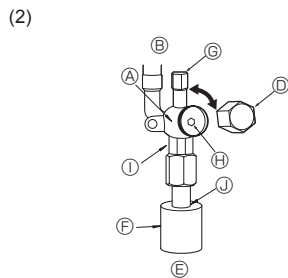

Fig. 4-7
- (2) Lado do líquido (Fig. 4-7)